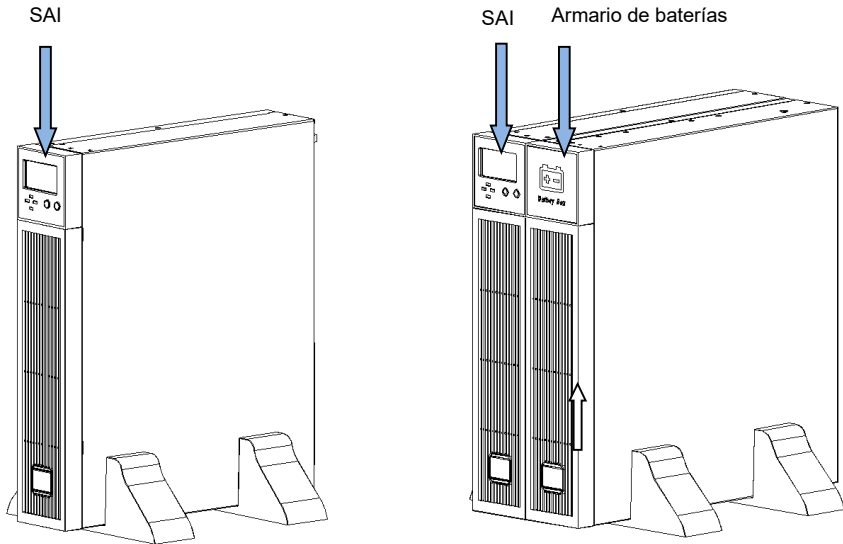

Figura 5-6 Instalación de la torre
- ④ Vuelva a colocar los paneles de plástico izquierdo y derecho en el SAI. En este punto, el panel de visualización de funcionamiento del SAI y el LOGOTIPO se han girado 90 grados en sentido horario para proporcionar a los usuarios una vista vertical.
4. Coloque el SAI (y el armario de baterías) sobre la base de soporte. Cada SAI requiere dos juegos de bases de soporte, como se muestra en la Figura 5-6.